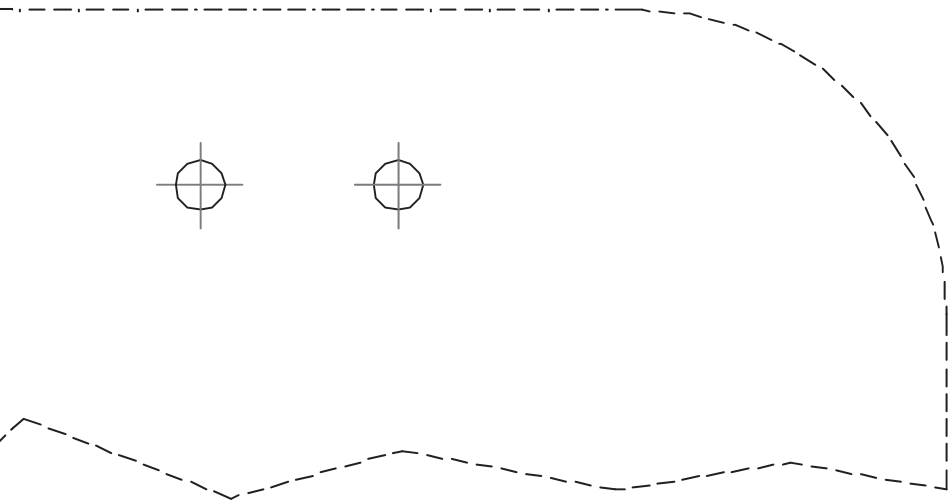

**FIG. 1**
3. Hallar la posición donde fijar el soporte N19 (fig. 1) teniendo en cuenta dos puntos:
5. Ensamblar sobre el pavimento, con desarrollo rectilíneo, los soportes N19, N18, N17 y N16 teniendo en cuenta la altura anteriormente calculada. Utilizar los elementos C15, B71 y B75 (fig. 1). Apretar suficientemente, teniendo en cuenta que los soportes N19, N18, N17 y N16 deben de girar para las configuraciones B, C y D.
7. Fijar definitivamente el soporte N19, utilizando el elemento C39 (fig. 1).
11. Ensamblar y fijar los elementos F23 utilizando los elementos C14, B83, C49, C13, B02 (fig.1)
13. Fijar definitivamente los peldaños (L40) partiendo desde abajo (N16) hasta el soporte N19, utilizando los elementos C57 (fig. 1).
- c. Apretar los elementos C15 definitivamente (fig. 1).
16. Ensamblar los elementos C28 utilizando los elementos C13, B02 e introducirlos en los barrotes (C12) (fig. 1).
19. Apretar definitivamente el elemento C28, utilizando el elemento B02 (fig. 1). Para una correcta
20. Verificar la verticalidad de toda la escalera y si fuera necesario, corregirla desplazando el soporte N16 (fig. 1).
21. Desmontar el primer peldaño (L40) y taladrar el pavimento con una broca de  $\varnothing 14 \text{ mm}$  ( $\frac{35}{64}$ " ) en la situación de los orificios presentes en el soporte N16 (fig. 1).
22. Introducir los elementos C39 y apretar definitivamente (fig. 1)
24. Introducir el barrote (C12) y apretar el elemento B02 (fig. 1).